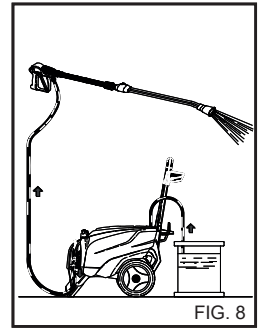

FIG. 8
Bed forhandleren om kataloget over de rengøringsmidler som kan anvendes afhængig af arten af det pågældende vaskearbejde og den overfladetype der skal behandles. Efter brug af rengøringsmidlet, skal rengøringsmiddelindtaget skylles ud med rent vand. (Fig. 8).
- 1) Efter brug sammen med rengøringsmidlet skal højtrykssvandsystemet skylles omhyggeligt: Lad pumpen være aktiveret i 1 minut, mens doseringshanen er fuldstændigt lukket. (fig. 8).
4) Efter brug sammen med rengøringsmidlet skal højtryksvandsystemet skylles omhyggeligt: Lad pumpen være aktiveret i 1 minut, mens doseringshanen er fuldstændigt lukket. (fig. 8).